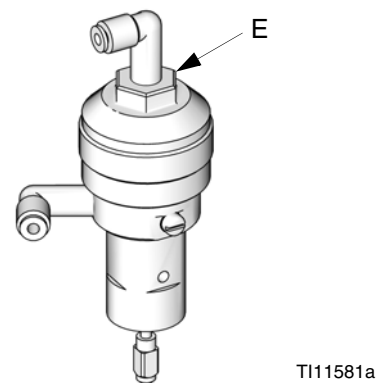

ABB. 21. Ventileinstellung
Die Dosierventile und Spülventile sind werksseitig mit der Sechskantmutter von der vollständigen geschlossenen Position auf 1-1/4 Umdrehungen heraus eingestellt. Diese Einstellung begrenzt die maximale Durchflussrate in den Integrator und minimiert die Reaktionszeit des Ventils. Zum Öffnen der Dosier- oder Spülventile (für Materialien mit hoher Viskosität) die Sechskantmutter (E) *gegen den Uhrzeigersinn* drehen. Zum Schließen der Dosier- oder Spülventile (für Materialien mit niedriger Viskosität) *im Uhrzeigersinn* drehen. Siehe ABB. 21.